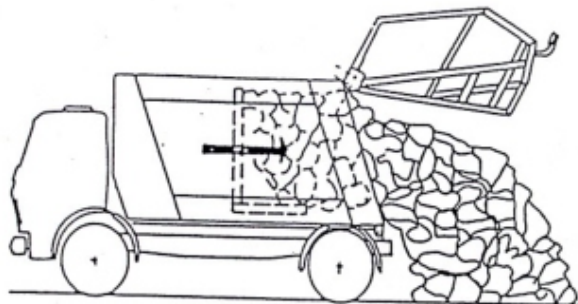

Рис. 24
6.5.4. Нажать на кнопку выдвигания выталкивающего щита 6 (рис.11) и выдвинуть выталкивающий щит до полного опорожнения мусоросборника (рис.24).